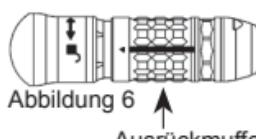

Abbildung 6
- Das Handstück fest in einer Hand halten und mit der anderen Hand die Ausrückmuffe des Aufsatzes drücken und drehen, bis der Pfeil auf das Entriegelt-Symbol ausgerichtet ist (Abbildung 6).
5. Das Handstück fest in einer Hand halten und mit der anderen Hand die Ausrückmuffe des Aufsatzes drücken und drehen, bis der Pfeil auf das Entriegelt-Symbol ausgerichtet ist (Abbildung 6).